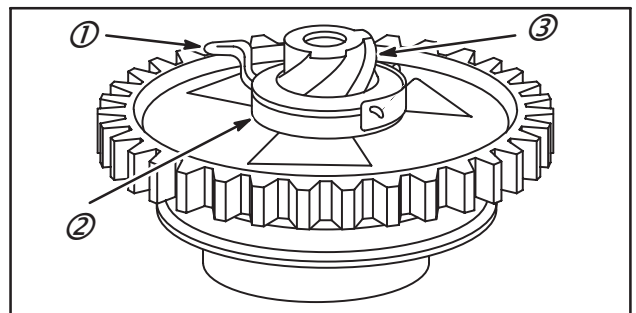

Fig. 27
4. Monter la poulie au pignon sur le moyeu (2), la butée du ressort (1) vers l'extérieur de la rampe hélicoïdale (3), Fig. 27.